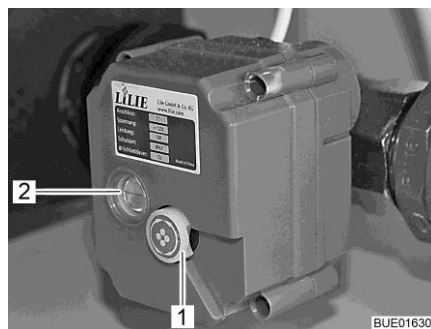

Bild 148 Elmanövrerad avtappningskran
En röd linje i fönstret (Bild 148,2) på den elmanövrerade avtappningskranen visar kranens läge:
- Dra vredet (Bild 148,1) på den elmanövrerade avtappningskranen utåt och vrid (i valfri riktning).